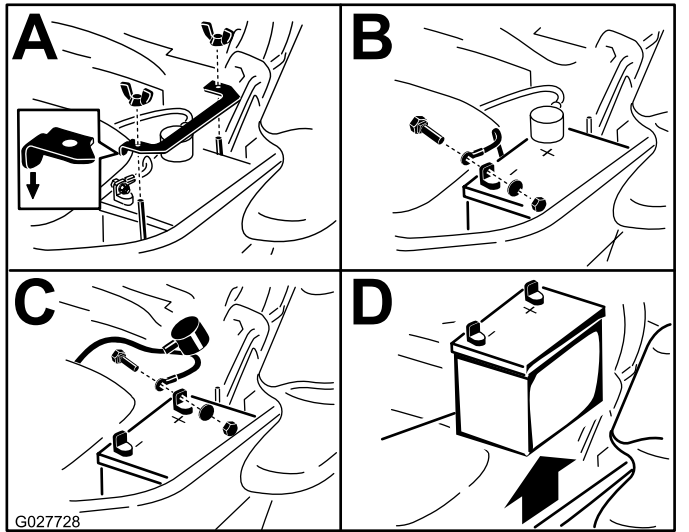

Figure 62
- Retirez la batterie, comme montré à la (Figure 62).
Remarque: Placez la batterie dans son support en tournant les bornes à l'opposé du réservoir hydraulique (Figure 62).